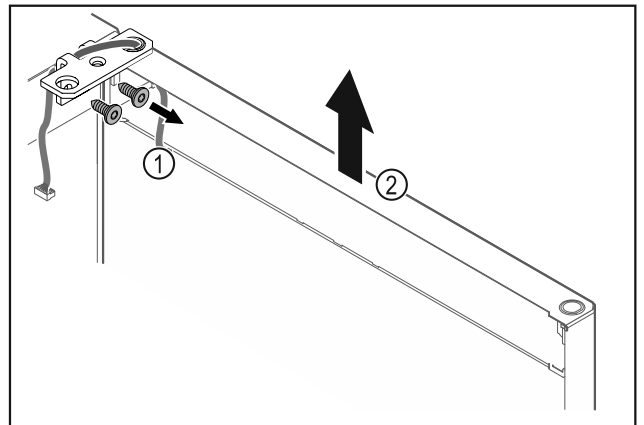

Fig. 26
- Scharnierwinkel Fig. 26 (1) abschrauben.
- Tür inklusive Scharnierwinkel Fig. 26 (2) circa 200 mm gerade nach oben heben und abnehmen.